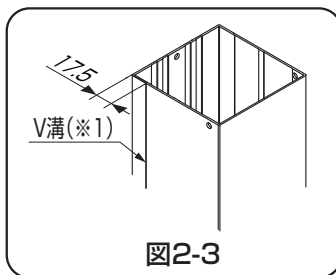

図2-3
- ① 扉本体を外してください。
- ② 門柱キャップを取り外してください。
- ③ PM門柱吊元柱の門扉側のV溝にφ5.5の下穴をあけてください。(図2-3、図2-4参照)
- ④ PM門柱用補強材を挿入し、【1-1】または【1-2】で補強材を取付けてください。